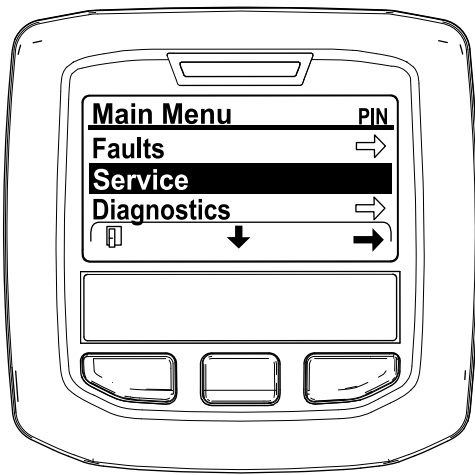

Figura 37
2. Desde el menú PRINCIPAL, pulse el botón central para desplazarse hacia abajo hasta el menú SERVICE (Servicio) y pulse el botón derecho para seleccionar la opción SERVICE (Servicio) (Figura 37).